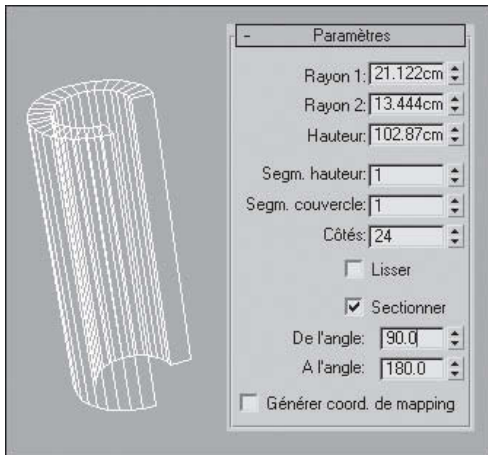

Fig.2.45
- 2 Déterminez les valeurs dans les champs **De l'angle** et **A l'angle**. Ils définissent le nombre de degrés autour de l'axe des Z local à partir d'un point zéro situé sur l'axe des X local (fig.2.45). Pour les deux paramètres, des valeurs positives déplacent l'extrémité de la section dans le sens contraire des aiguilles d'une montre tandis que des valeurs négatives la déplacent dans le sens des aiguilles d'une montre. L'ordre de sélection des paramètres n'a pas d'importance. Lorsque les deux extrémités se rencontrent, le tube complet réapparaît.